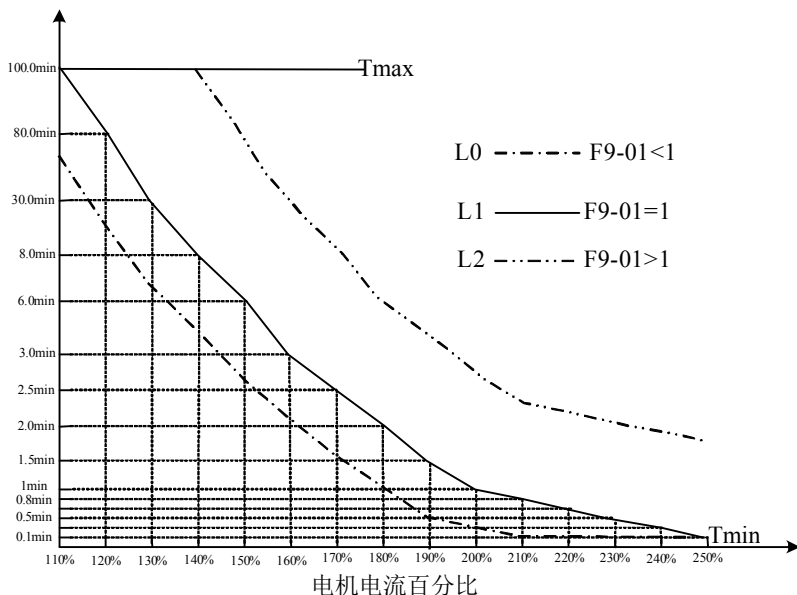

图5-21. 电机过载保护曲线
1: 有电机过载保护功能，保护时间与电机电流的关系参照图5-21。
为实现对不同电机的过载进行有效保护，需要适当设置F9-01，使用方法参照电机过载保护的反时限曲线图5-21。图中L1为F9-01=1时电机保护时间与电机电流之间的关系，当用户需要更改电机某一电流的保护时间时，只需要更改F9-01即可。时间关系为：
例：用户需要将150%额定电流的保护时间修改为3分钟时，首先在图5-21中查找到150%电机电流的保护时间为6.0分钟，则F9-01=所需保护时间T/T(L1)=3分钟/6分钟=0.5。
例：用户需要在90%额定电流时保护时间设置为30.0min，首先在图5-21中找到L1上30.0min对应的电流为130%， $\text{F9-35} = (130\% / 90\%) \times 100\% = 144\%$ 。注意：最小电流保护值为55%。
**过流失速:** 当变频器输出电流达到设定的过电流失速保护电流 (F9-06) 时，变频器在加速运行时，停止加速；在恒速运行时，降低输出频率；在减速运行时，放缓下降速度，直到电流小于过电流失速保护电流 (F9-06) 之后，运行频率才恢复正常。详见图5-21所示。